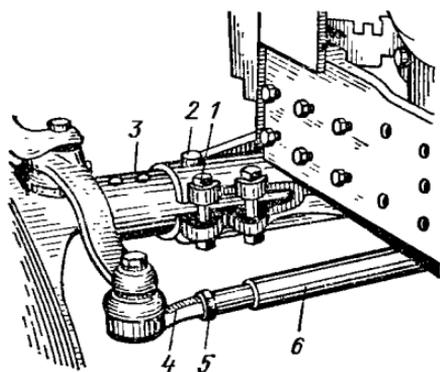

Рис. 81. Изменение колеи направляющих колес:
2. Отпустите гайки болтов 1 (рис. 81), стягивающих разрезной конец трубы, расшплинтуйте и выбейте фиксатор 2.